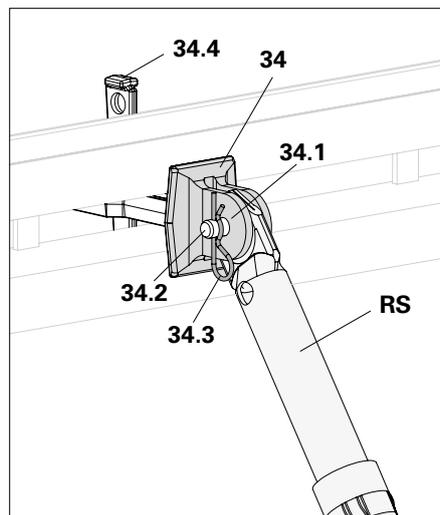

Fig. A8.04
Connecter l'étais tirant-poussant (RS) et les cosses de connexion (34.1) avec des boulons (34.2) et des goupilles de sécurité (34.3). (Fig. A8.04)